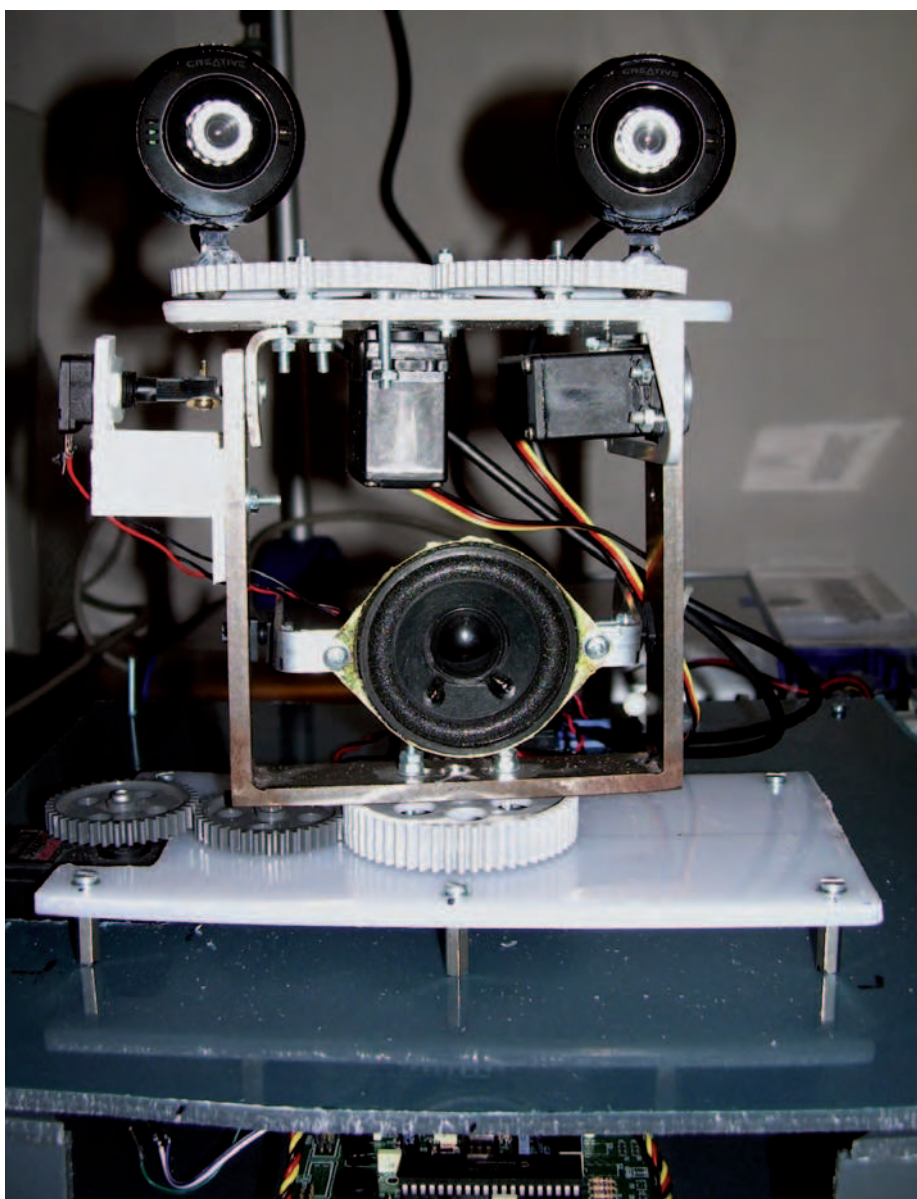

Figura 5: piano superiore del robot, si noti il sistema pan&tilt e le 2 webcam per la visione stereoscopica.
- Nel terzo piano (**figura 5**) vi trovano posto un sistema pan&tilt con due webcam per la visione stereoscopica movimentato da 3 servomotori, pilotati con una sche-